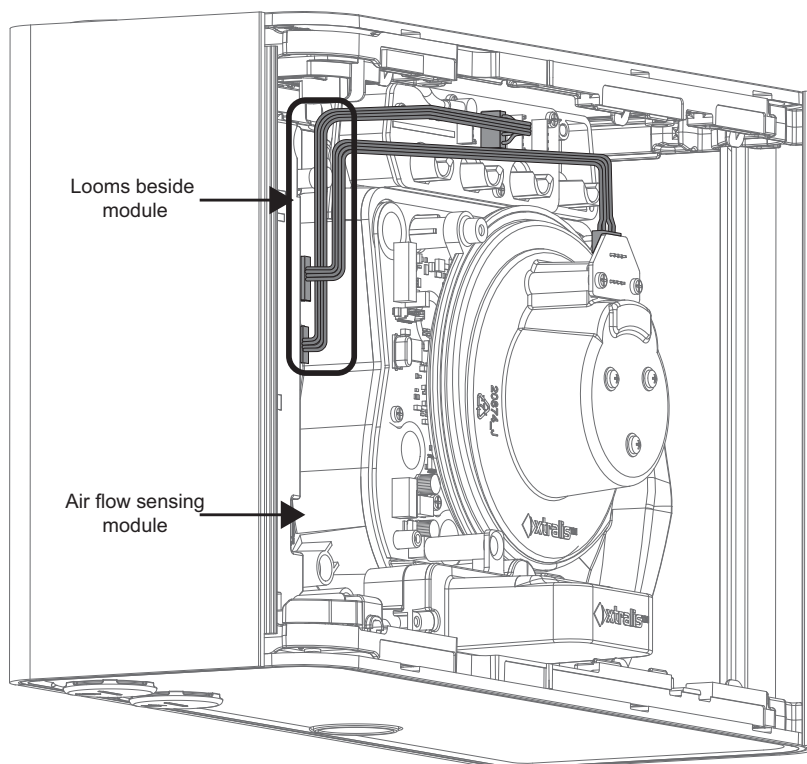

Figura 7-16: Coloque el haz gris
1. Coloque los dos haces de cables que se indican como en la Figura 7-16. Coloque las secciones de haces indicadas al lado del módulo de detección de circulación del aire, no encima. De este modo garantizará que, al instalar la cámara, los haces no queden atrapados entre la cámara y el módulo de detección de circulación del aire.